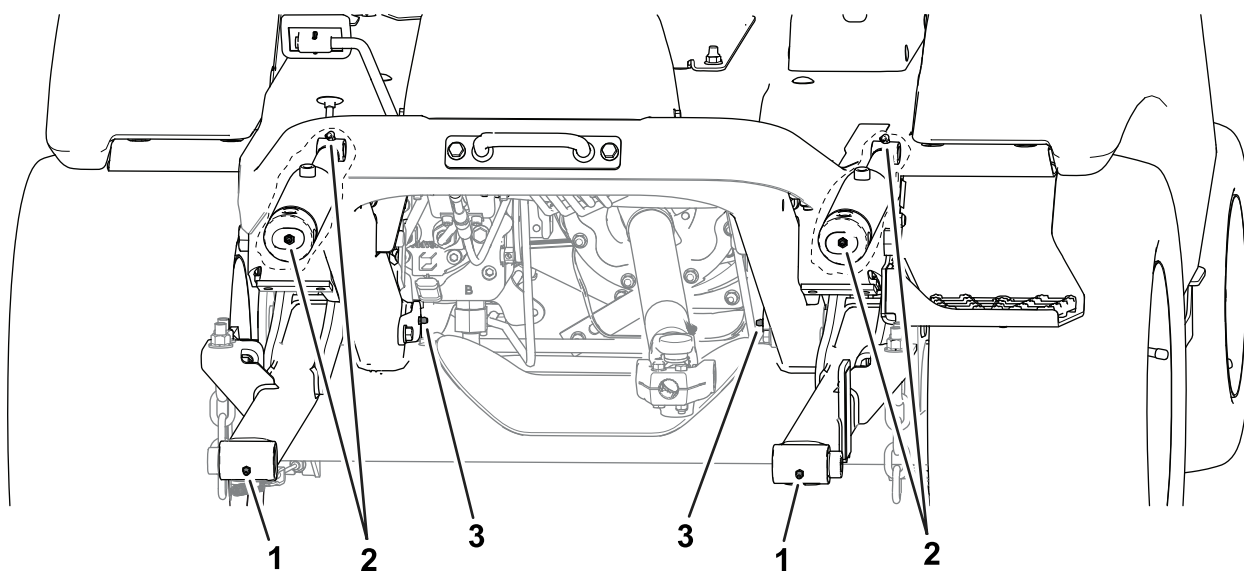

Figura 50
- **Faa mainii** (Figura 50):
- Butuci cu pivot dispozitiv de ataare (2)
- Buce cilindru de ridicare (2)
- tifturi de pivotare ale braului de ridicare (2)